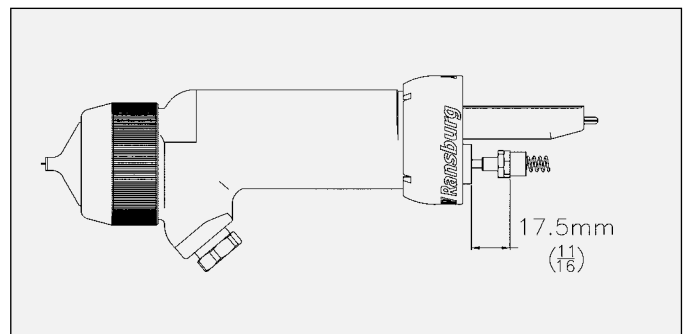

图 19: 扳机调整螺母尺寸
21. 调节针轴弹簧座圈,直到六角形的后部距喷筒填料腔的后表面 11/16 英寸(请参见图 19)。